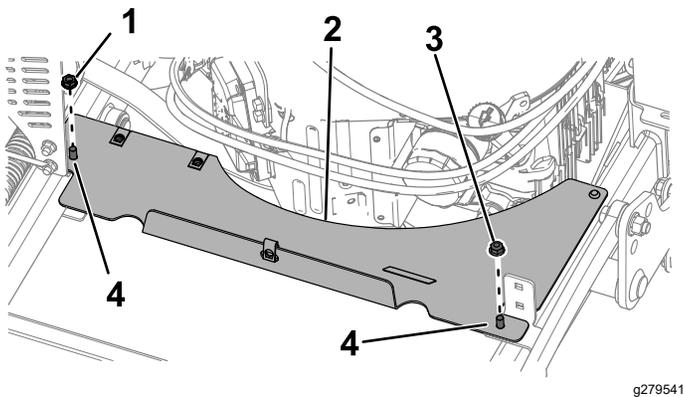

Bild 32
- Schraube— 5/16" x 1" (2)
- Entfernen Sie die Sechskantmutter (5/16"), mit der die Schutzverlängerung an den Schlossschrauben befestigt ist (**Bild 32**). Entfernen Sie die Schutzverlängerung.
- Montieren Sie die hintere Schutzverlängerung, wie in **Bild 32** dargestellt. Ziehen Sie die Mutter auf ein Drehmoment von 20-24 Nm an.